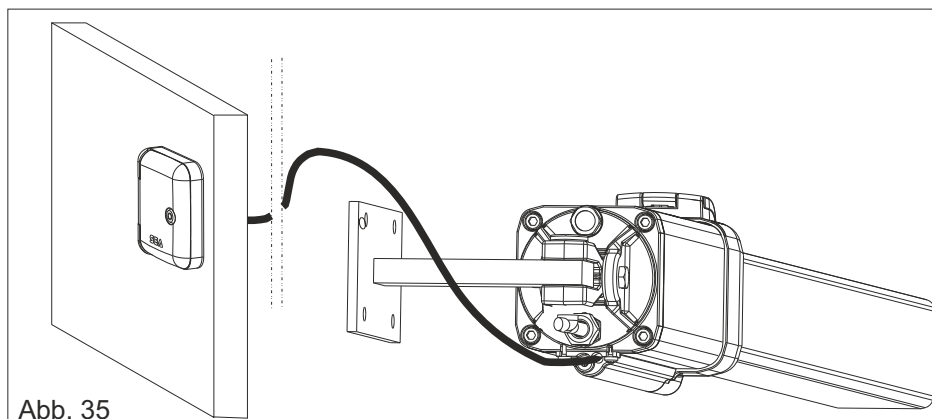

Abb. 35
**ACHTUNG:** Die Montage der Aussenentriegelung muss, wie in Abb. 35 und 36 angegeben, durchgeführt werden. Für mehr Information im Montageanleitungshandbuch (im Montagekit der Aussenentriegelung für beige packt) nachschlagen.